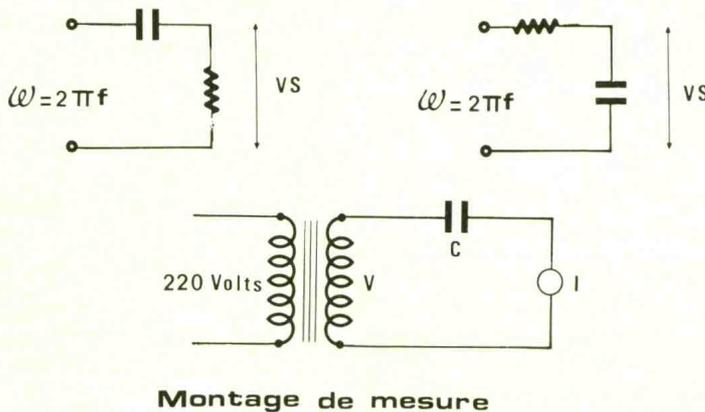

Fig. 4 Principe de mesures.
b) Détermination des canaux (fig. 4)
former le nombre binaire « 10010 » (soit 18 en notation décimale). Le lecteur vérifiera aisément que la figure 4 n'est en fait que la matérialisation du tableau évoqué ci-dessus. Afin d'éviter les retours de courant indésirables pour un fonctionnement correct du codage, il a été nécessaire de dater le montage du clavier d'un nombre assez conséquent de diodes (80 au to-